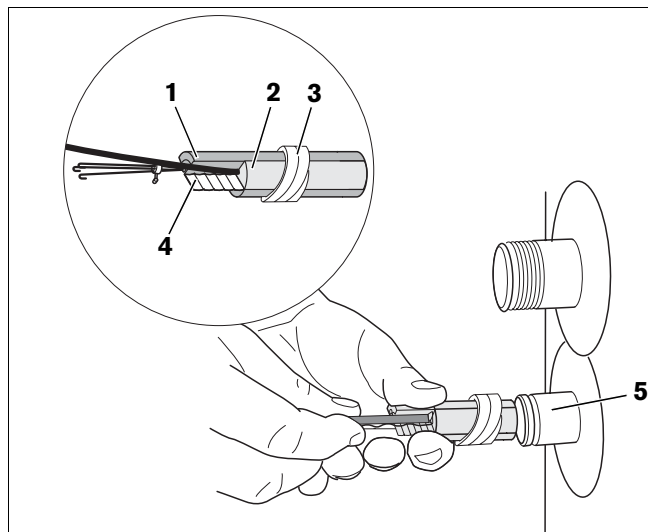

Fig. 8 Montage de la sonde de température d'eau chaude sanitaire
- Insérer le kit de sonde (fig. 8, **pos. 1 à 4**) dans le doigt de gant jusqu'à la butée (fig. 8, **pos. 5**). La spirale en plastique (fig. 8, **pos. 3**) qui maintient le kit de sonde se rétracte automatiquement.
Le ressort compensateur (fig. 8, **pos. 4**) garantit le contact entre le doigt de gant et les surfaces de sonde assurant ainsi une transmission fiable de la température.